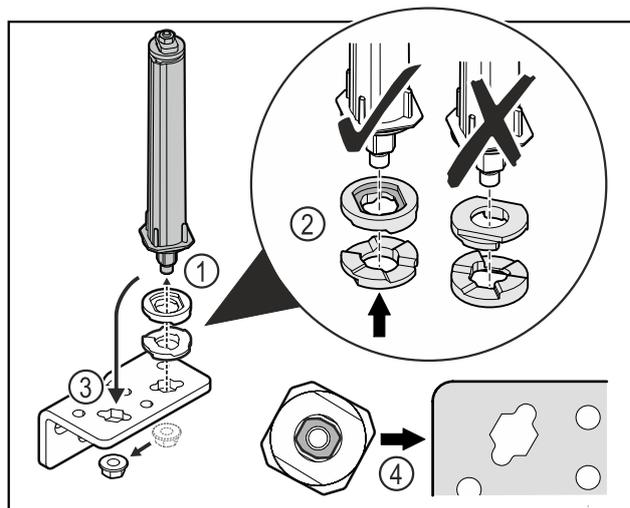

Fig. 38
- ▶ Atlaisvinkite veržlę ir pašalinkite durų uždarymo sistemą Fig. 38 (1).
- ▶ Atkreipkite dėmesį į tai, kad aukščio reguliavimo poveržlės būtų tinkamai išlygiuotos Fig. 38 (2).
- ▶ Perkelkite durų uždarymo sistemą šarnyriniame kampuočiuje ir užfiksukite veržlę Fig. 38 (3).
- ▶ Įstatydami atkreipkite dėmesį į tai, kad durų uždarymo sistema būtų tinkamai išlygiuota Fig. 38 (4).